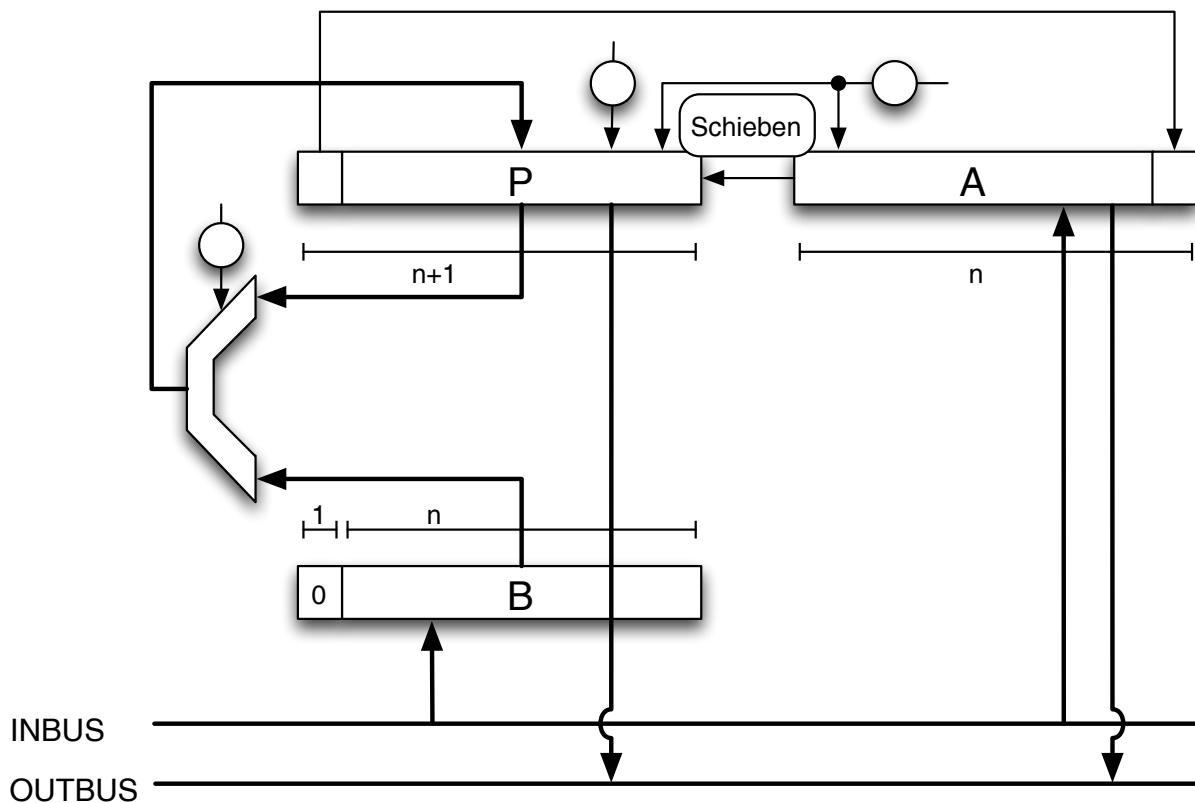

Abbildung 6: Datenpfad eines Dividierers mit einigen Kontrollpunkten
Abbildung 6 zeigt den Datenpfad eines sequentiellen Dividierers der mit Rückspeichern arbeitet um zwei n -bit Zahlen zu dividieren. Über den INBUS werden nacheinander die beiden Zahlen a und b geschickt und in das jeweilige Register geschrieben. Der Inhalt von Register A wird dann ganzzahlig durch die Zahl in Register B geteilt, das ganzzahlige Ergebnis a/b steht anschließend in Register A, während Register P den Rest der Division enthält. Beide Registerinhalte (A und P) werden nach der Berechnung nacheinander auf den OUTBUS gelegt.
- a) Ergänzen (und benennen) Sie alle notwendigen Kontrollpunkte im Datenpfad (Abbildung 6 oder 7). Beschreiben Sie die Funktion jedes Kontrollpunktes kurz in der folgenden Tabelle.